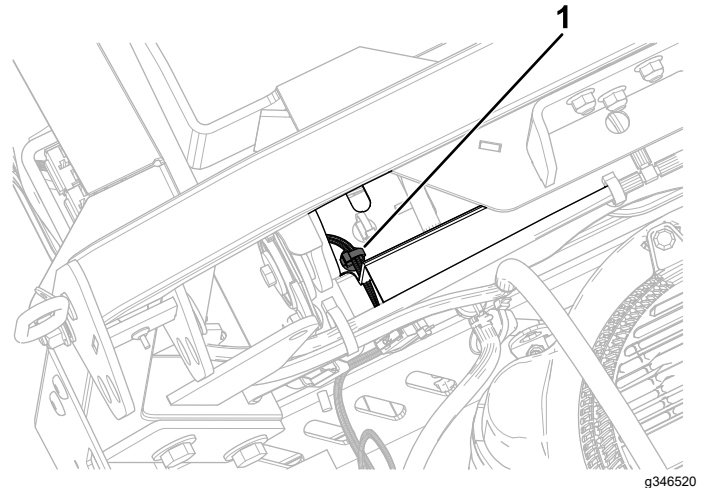

Figure 19
3. Installez le second clip enfichable dans le support arrière du réservoir de carburant (Figure 19).